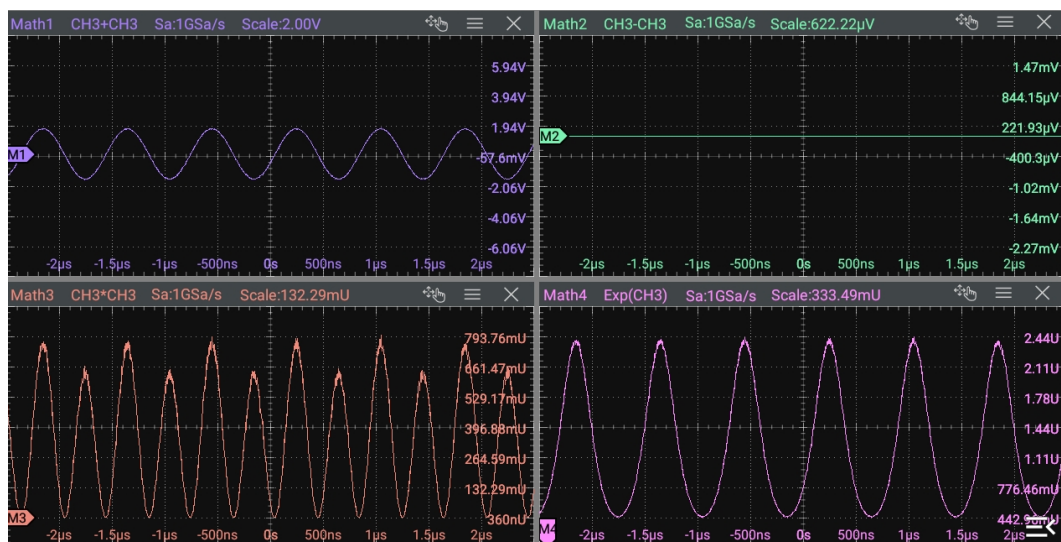

图 9.2 运算结果的波形显示窗口
- 点击屏幕下方的 Math1~Math4 标签，会在屏幕上出现对应的界面，如 图 9.2 所示。再次点击标签或点击窗口右上角的  按钮可进入数学运算菜单。
在 **数学运算** 菜单中，点击 **运算** 开关按钮，可以选择打开（ON）或关闭（OFF）运算结果的波形显示窗口，默认选择 OFF。Math1~Math4 设置为 ON 后，屏幕上显示如 图 9.2 所示。